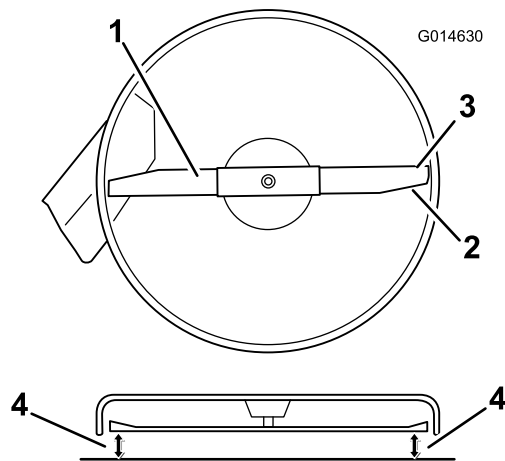

Figura 52
4. Gire cuidadosamente las cuchillas hasta que estén todas orientadas lateralmente (Figura 52).
- Mida entre los bordes de corte exteriores y la superficie plana (Figura 52). Si hay una diferencia de más de 5 mm (3/16") entre ambas dimensiones, se requiere un ajuste; siga con este procedimiento.